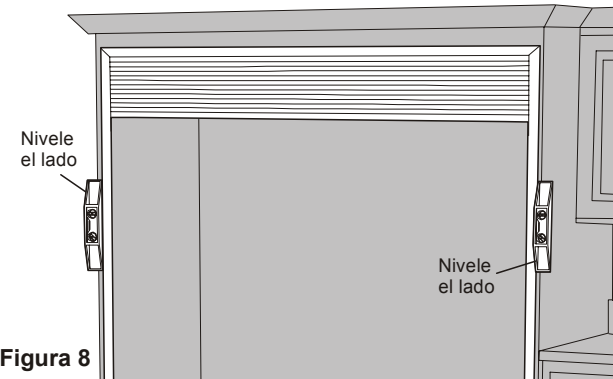

Figura 8
- Usando un nivel de carpintero, verifique que cada lado esté vertical. Coloque las calzas que sean necesarias. Después, fije al armario la parte superior e inferior de cada moldura lateral con dos tornillos de montaje de 3/4" (G). Vea la figura 8.